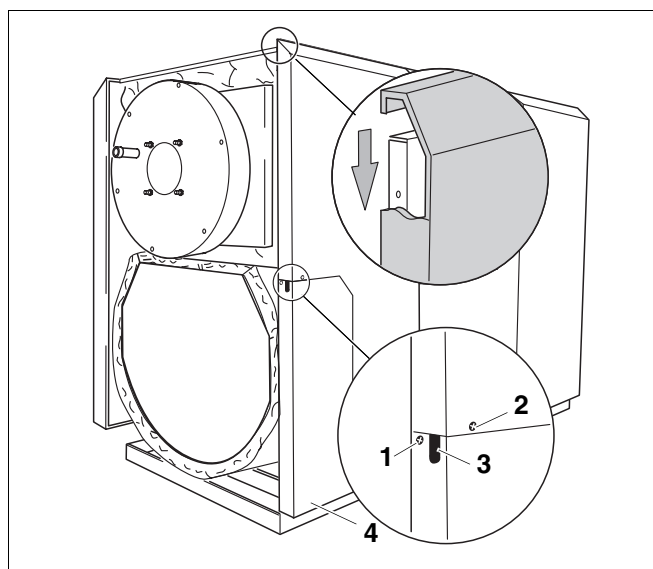

Fig. 15 Montering af sidevægge foroven
- Løft sidevæggene, og hægt dem på sidetraverseerne med afkantningen (fig. 15).
- Læg brænderkablet i gennemgangen (fig. 15, **pos. 3**) i de små sidedele (fig. 15, **pos. 4**).
- Sæt de små sidedele (fig. 15, **pos. 4**) på i siden og forinden.
- Skru den forreste sidevæg på den midterste travers med 1 pladeskrue (fig. 15, **pos. 2**), og skru de midterste traverser fast.
- Skru de små sidedele (fig. 15, **pos. 4**) på foran med 2 pladeskruer (fig. 15, **pos. 1**) hver.